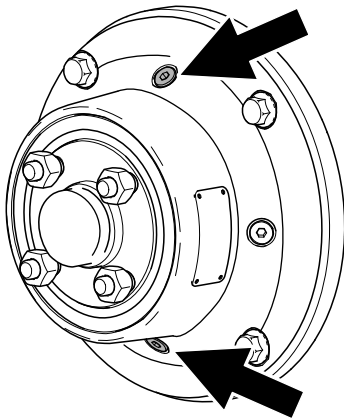

Bild 55
3. Entfernen Sie die obere und die untere Ablassschraube (Bild 55). Lassen Sie das Öl ablaufen.